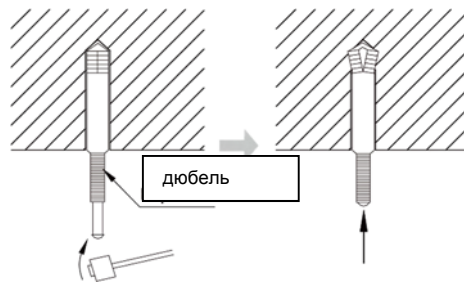

Рис.4.1.4
- 2) Вставьте дюбель М10 в отверстие, затем забейте гвоздь в дюбель, как показано на Рис.4.1.4.